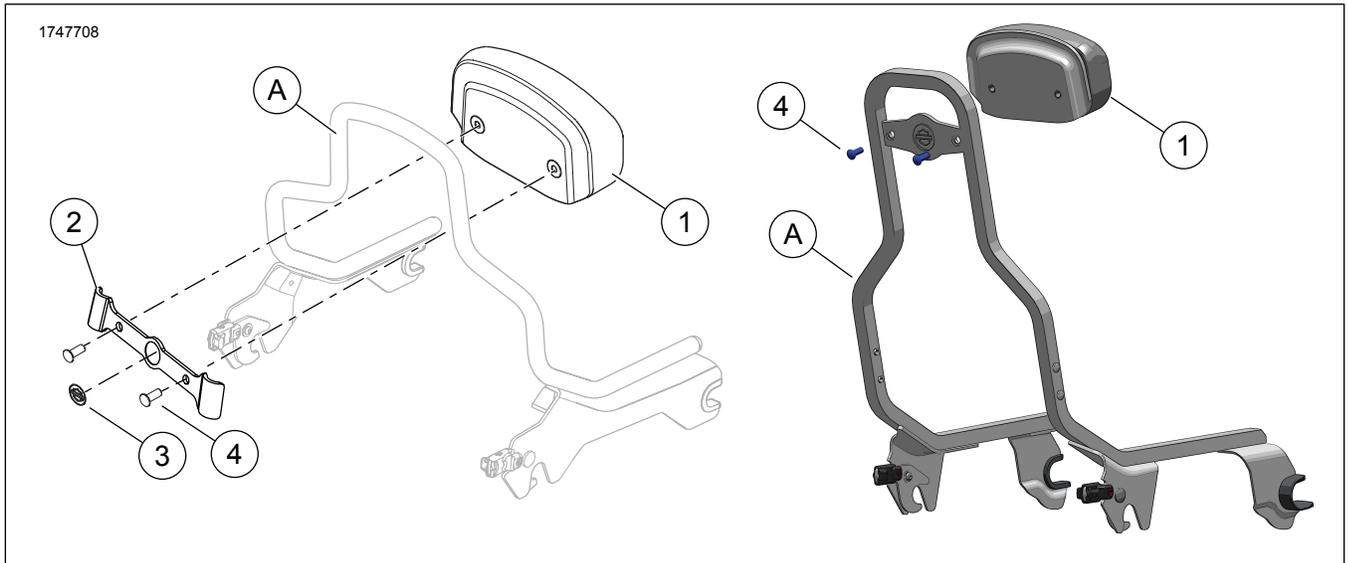

图1。套件内容：紧凑型靠背垫套件
1. 图1 将靠背垫(1)放置好，以使底座的轮廓与 OE 倒U形直靠背(A)的顶部对齐。
3. 图1 将安装架抵住垫放置，使 OE 倒U形直靠背(A)处于垫(1)与支架(2)之间。
1. 图1 在安装支架(2)之前，请使用异丙醇和水溶液的50:50混合物彻底清洁OE倒U形直靠背(A)的表面。待其完全晾干。在室温条件下安装。
1. 图1 必要时可将靠背垫(1)上的预制螺丝孔周围的塑料防雨密封切除，以防其卷入螺纹。
- 图1 在安装支架(2)之前，请使用异丙醇和水溶液的50:50混合物彻底清洁 OE 倒U形直靠背(A)的表面。待其完全晾干。在室温条件下安装。10-32 ° C (50-90 ° F)
4. 图1 将安装架(2)抵住垫(1)放置，使 OE 倒U形直靠背(A)处于垫与支架之间。
6. 图1 插入螺丝(4)。拧紧。
1. 图1 将垫(1)对准支架(2)。